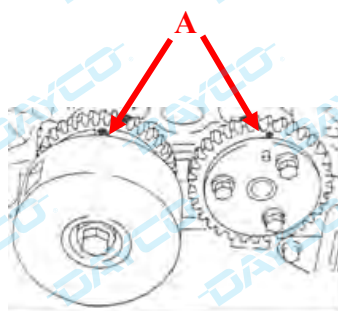

Рис. 1
- Проверьте правильность положения валов двигателя - метки звездочек распределительных валов (А) и шпонка (В) коленчатого вала должны быть расположены вертикально вверх (Рис. 1 и Рис. 2 ).